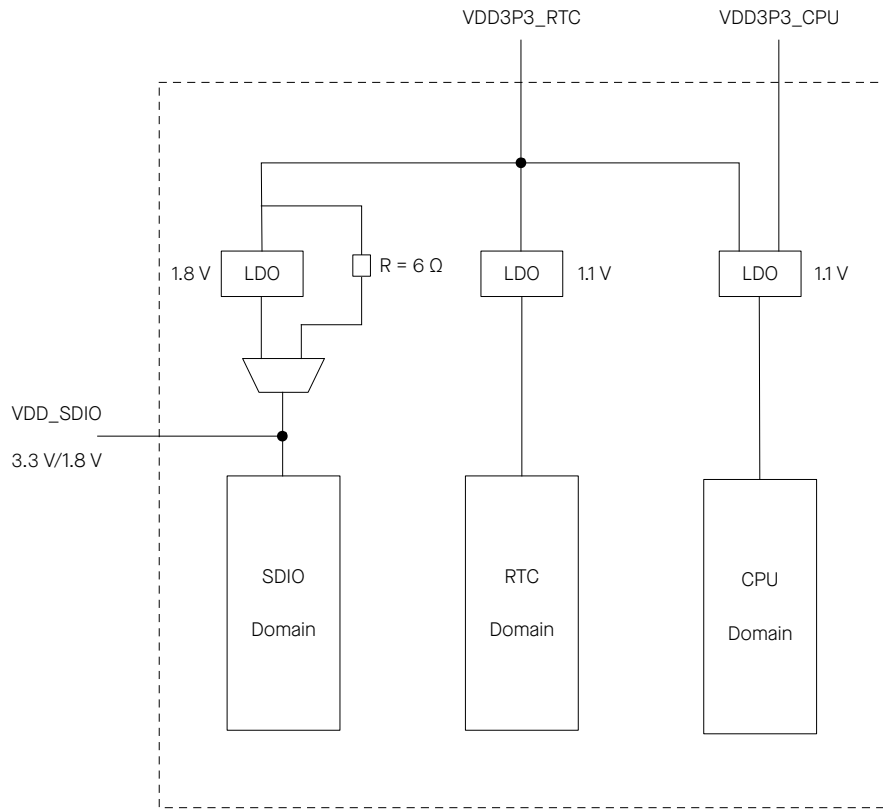

图 2-3. ESP32 电源管理
电源管理如图 2-3 ESP32 电源管理 所示。
1. ESP32-U4WDH 的封装内 flash 以及 ESP32-D0WDR2-V3 的封装内 PSRAM 均运行在 3.3 V 电压下,此时,VDD_SDIO 会通过 6 Ω 的电阻从 VDD3P3_RTC 取电, 见图 2-3。